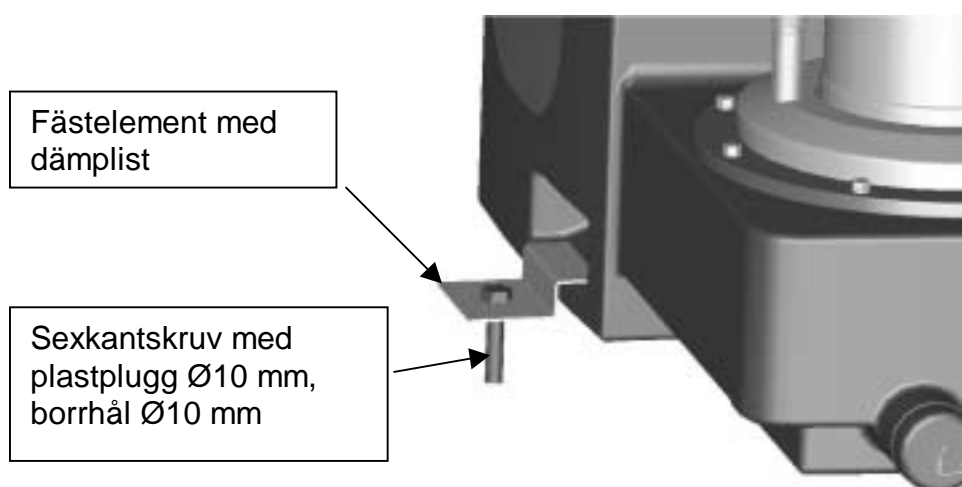

Bild 6
- Enligt EN 12056-4 måste avloppspumpar monteras så att de inte kan vridas eller lyftas under drift. Anläggningen fixeras vid underlaget med hjälp av de båda urtagen på sidorna av tanken. (Bild 6)